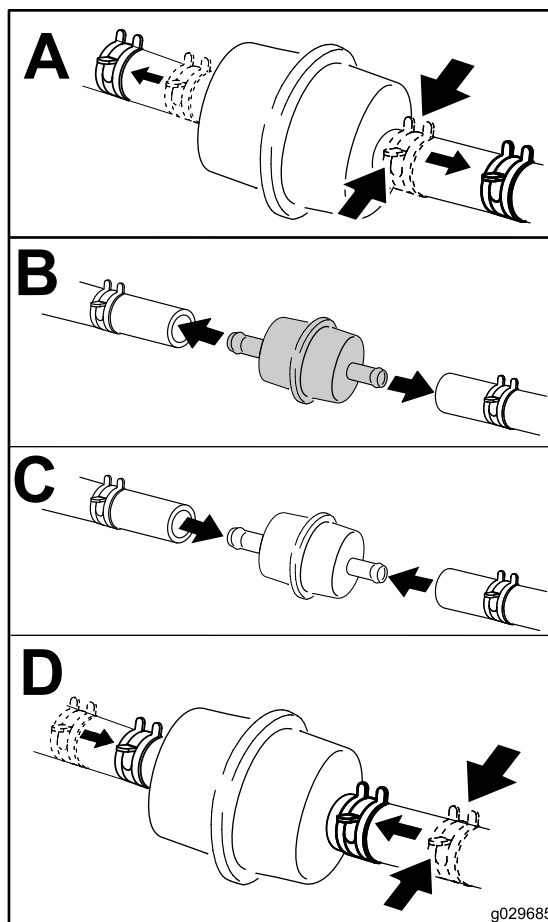

Figura 46
5. Substitua o filtro de combustível (Figura 46).